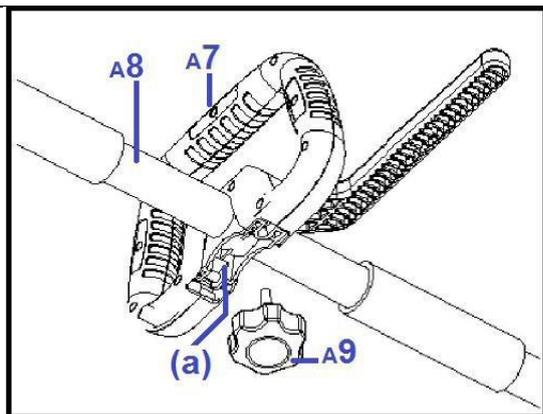

Fig.3
- De twee snijkanten van de messen maken het mogelijk in beide richtingen te werken: naar rechts of naar links (Fig. 3).